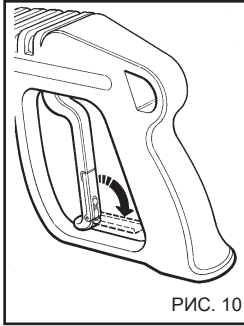

РИС. 10
- Когда аппарат не используется, закройте предохранительное устройство ручки. (рис. 10).